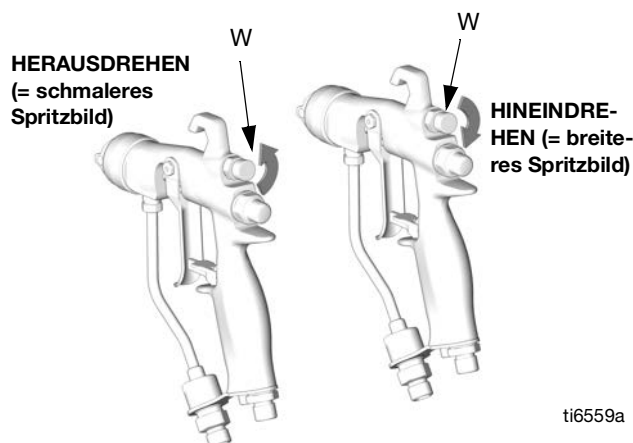

ABB. 6. Luftdruck für Spritzbild einstellen
- Siehe ABB. 6. Schließen Sie die Spritzbildeinstellung ab, indem Sie den Stellknopf (W) ganz in Uhrzeigerrichtung drehen. Damit wird die größte Spritzbildbreite eingestellt.
Siehe ABB. 6. Für ein schmaleres Spritzbild drehen Sie den Spritzbildregler (W) gegen den Uhrzeigersinn (herausdrehen). Ist das Spritzbild immer noch nicht schmal genug, den Luftdruck der Spritzpistole etwas erhöhen oder eine andere Spritzdüsendgröße einsetzen.